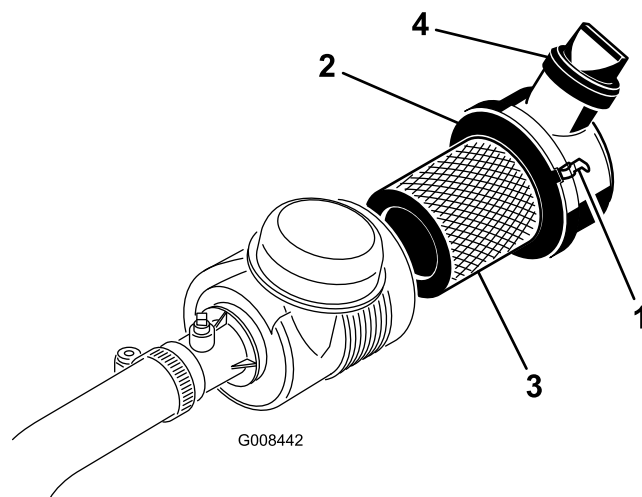

Рисунок 37
1. Отпустите защелки, фиксирующие крышку воздухоочистителя на его корпусе (Рисунок 37).
6. Поставьте на место крышку и закройте защелки (Рисунок 37).